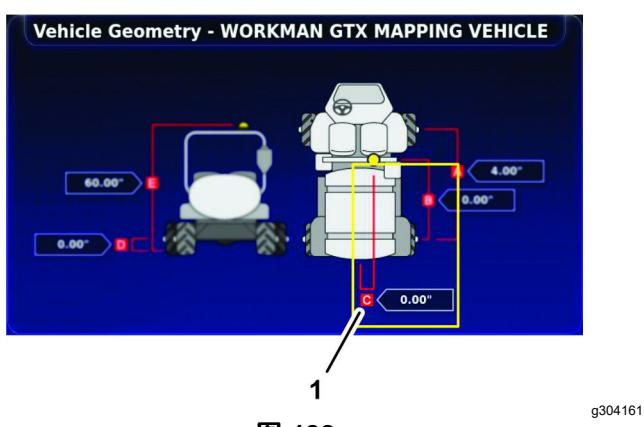

图 182
- 测量机器中心线与卫星接收器中心之间的距离图 182 并将测量结果记录在几何形状表中。